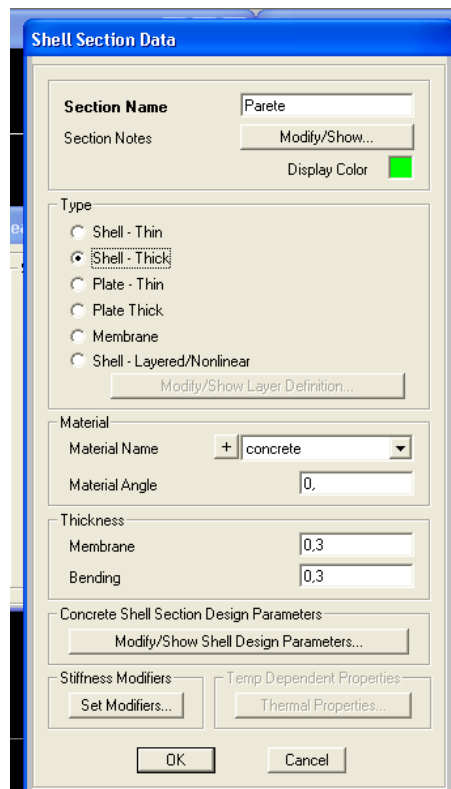

Figura 4 – Nuova “area section”
3. Scegliere l’opzione “**Add New Section**” in modo da far comparire la schermata riportata nella Figura 4.